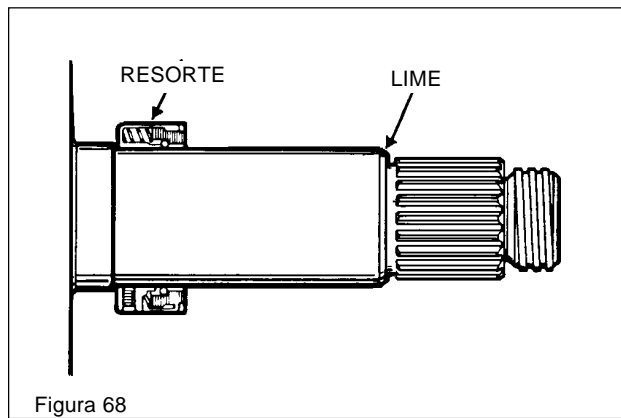

Figura 68
- Quite el sello del eje aflojando los tornillos de ajuste y deslizándolo hasta sacarlo. Alise con una lima el resalto del eje contra el que hace contacto el rotor para quitar el "extremo abocardado" y facilitar el desmontaje. (Vea la figura 68)